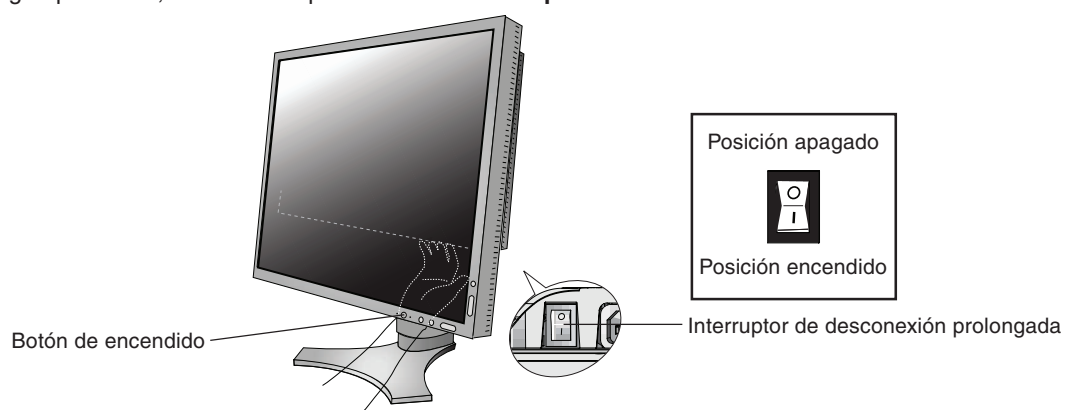

Figura E.1
9. El interruptor de desconexión prolongada que hay en la parte trasera del monitor, cerca de la entrada de CA, debe estar encendido. Encienda el monitor y el ordenador con el botón de encendido (figura E.1).